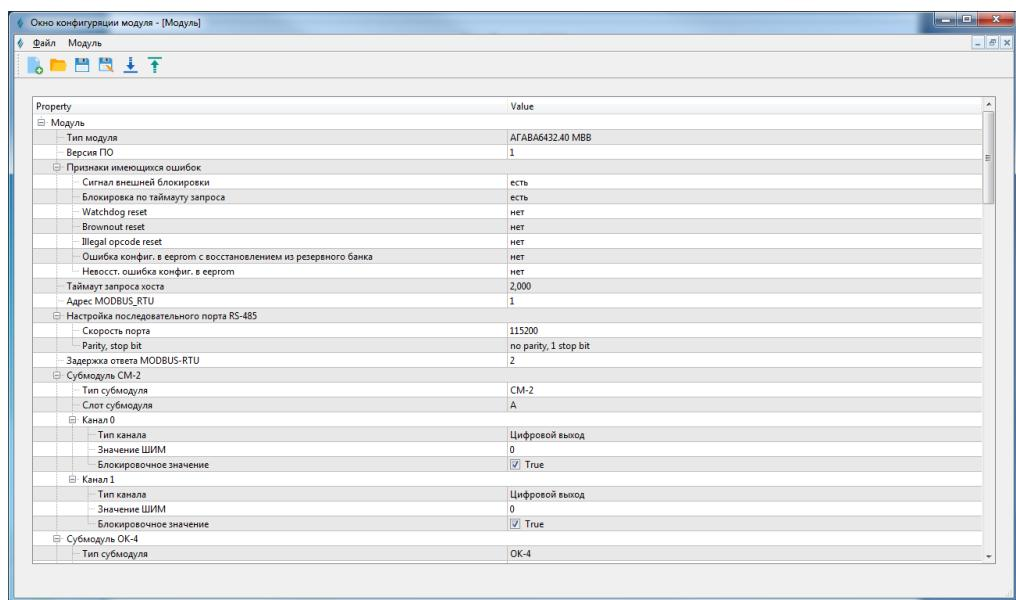

Рисунок 7-2 Конфигурирование субмодуля
- 4) Выбрать строчку с найденным субмодулем из таблицы и нажать кнопку «Конфигурирование субмодуля» (см. Рисунок 7-2);